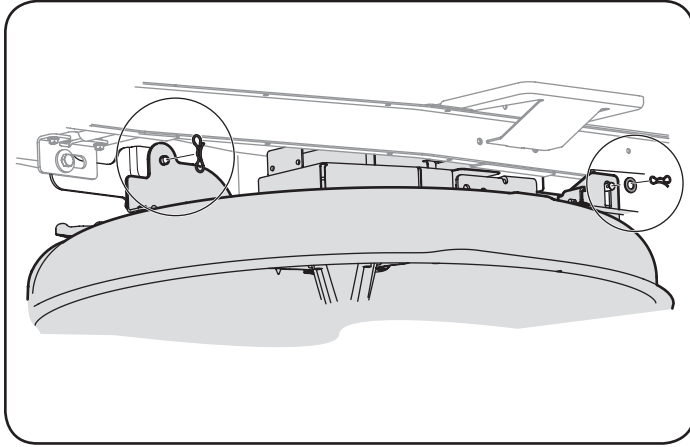

Figura 33
5. Extraiga los pasadores de chaveta con unión curva que aún están sujetando la unidad, como se indica en la Figura 33.